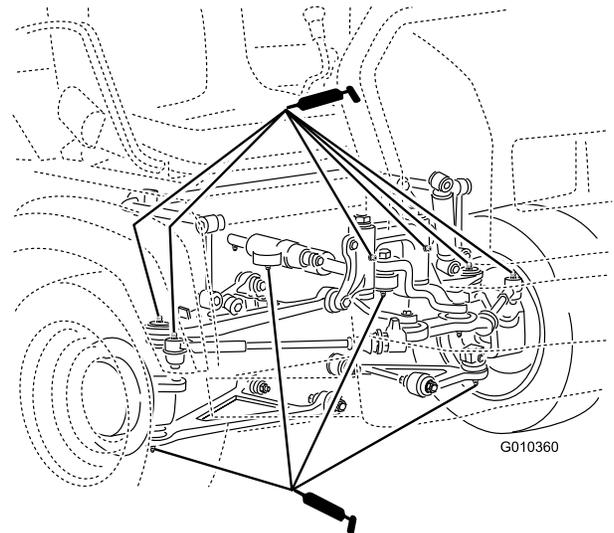

Figura 36
- Juntas de esferas (4), barras de ligação (2), montagens articuladas (2) e cilindro de direcção (2) (Figura 36)